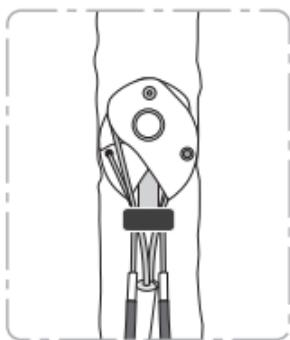

Figura 1
- Tire del gatillo para cerrar las levas y meta el Totem Cam en la fisura, las levas primero. Suelte el gatillo para que las levas se abran y hagan contacto con la roca. Es más seguro que las levas queden con una apertura inferior al 50%. (**vea la figura 1**). Evite meterlo cerrado del todo ya que resultará difícil extraerlo.